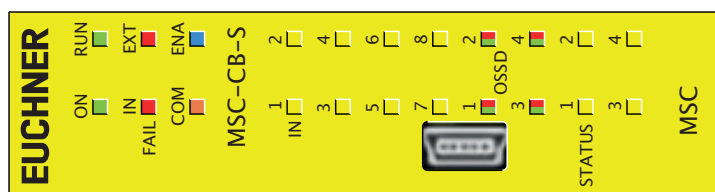

Bild 14:
8.3.2. Basismodul MSC-CB-S (Bild 14)